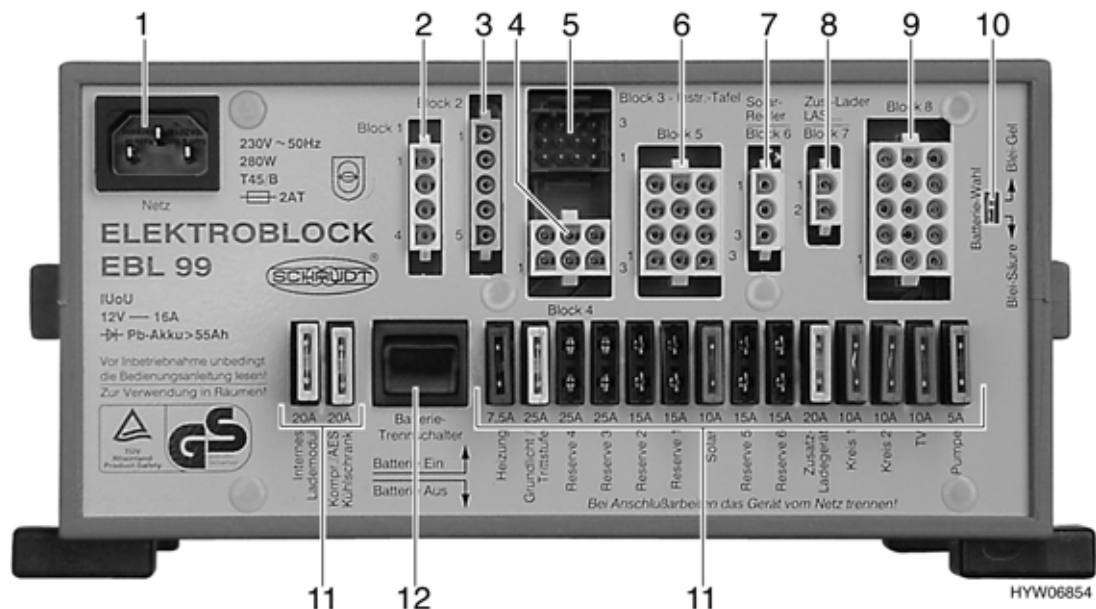

Bild 96 Elektroblock EBL 99
Der Elektroblock (Bild 96) befindet sich unter dem Beifahrersitz in der Sitzkonsole.
Der Batterie-Trennschalter (Bild 96,12) schaltet alle 12-V-Verbraucher des Wohnbereichs aus, auch das Sicherheits-/Ablassventil der Heizung. Dadurch wird eine langsame Entladung der Wohnraumbatterie vermieden, wenn das Reisemobil über längere Zeit nicht benutzt wird (z. B. vorübergehende Still-Legung).
- Die werkseitige Einstellung des Batterie-Wahlschalters (Bild 96,10) ("Blei-Gel") nicht verändern.